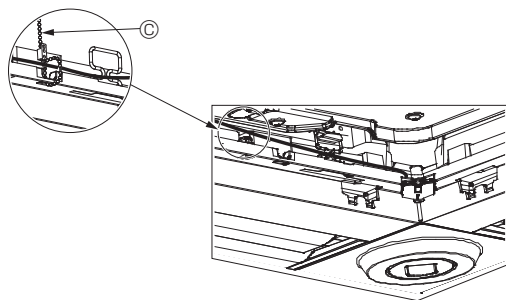

Fig. 10-12
- Στερεώστε τα σύρματα του Αισθητήρα i-see και του δέκτη σήματος στο πλαίσιο με το σφιγκτήρα, όπως φαίνεται στο διάγραμμα, ώστε να μην υπάρχουν χαλαρά σημεία στα σύρματα και, στη συνέχεια, αποκόψτε το άκρο του σφιγκτήρα που προεξέχει. (Fig. 10-12)
- Αν η θέση του Αισθητήρα i-see έχει αλλάξει από τη θέση "ο" (E) στη θέση "α" (F), τροποποιήστε τις ρυθμίσεις λειτουργίας. (Ανατρέξτε στη σελίδα 13.)